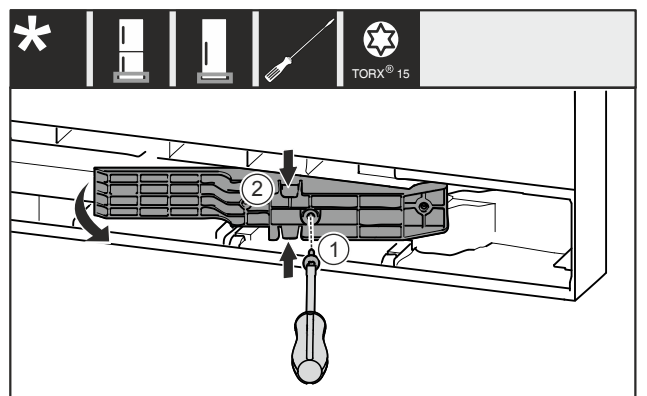

Fig. 20 \*
- ▶ Schraube Fig. 20 (1) entfernen.\*
- ▶ Adapterstück Fig. 20 (2) oben und unten leicht zusammendrücken und herausziehen.\*